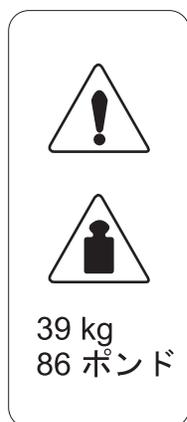

図9. 無停電電源装置の重量ラベル
4. 重量ラベル。 xxxii ページの図 9 を参照してください。